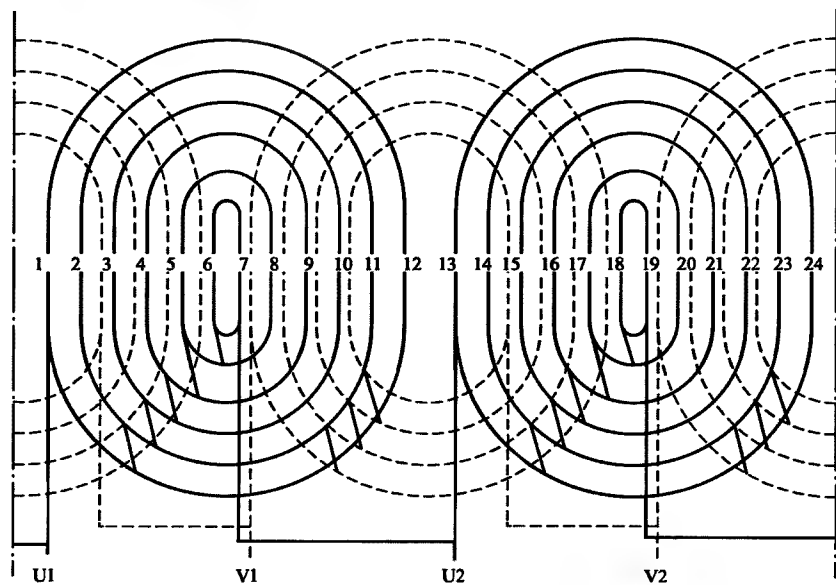

图 4-7 单相 2 极 24 槽正弦绕组 2 路接法展开图 (2)
7. 单相 2 极 24 槽正弦绕组 2 路接法展开图 (2) (见图 4-7)